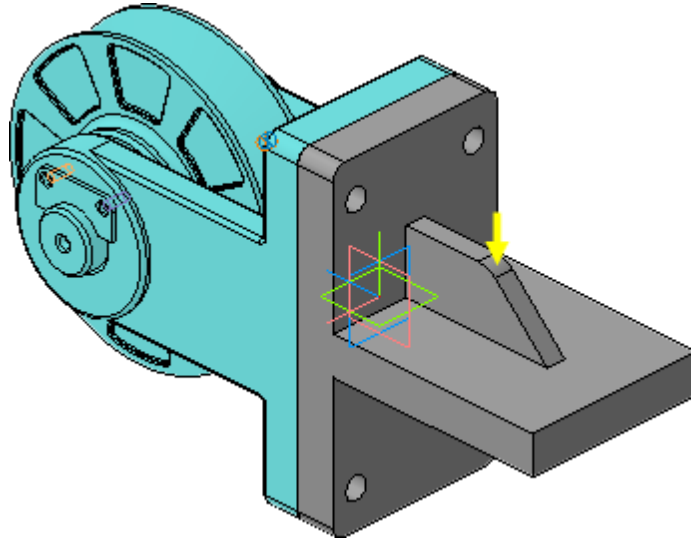

Рисунок 15.
- На ребре жесткости постройте скругление радиусом 20 мм (рис.15).